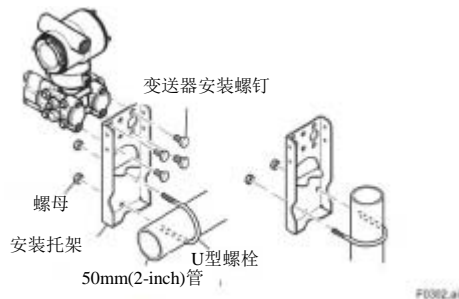

图 3.2 变送器安装（水平配管）
- 变送器可用安装托架安装在 50mm(2-inch) 的管上，如图 3.2 和 3.3。拧紧（4 个）紧固螺钉，拧紧力矩为 39N.m(4kgf.m)。